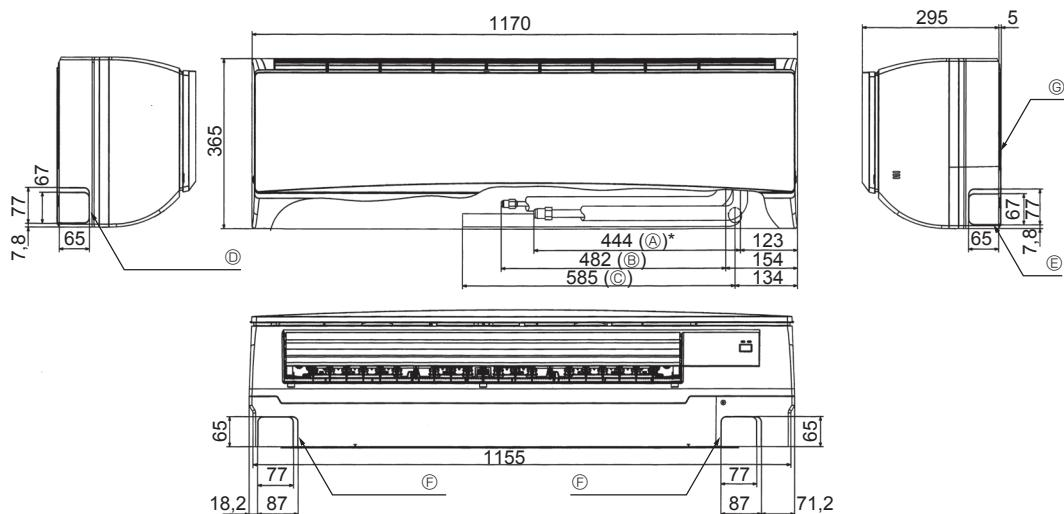
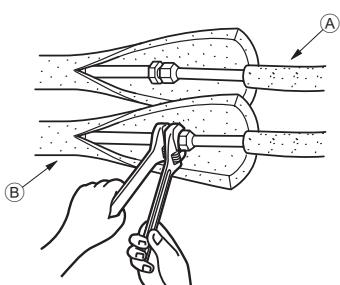

Fig. 4-3
Fig. 4-4
4.4. Розташування труби холодаагенту та дренажної труби (Fig. 4-3)
- Ⓖ Монтажна плата ①
4.5. Труба холодаагенту (Fig. 4-4)